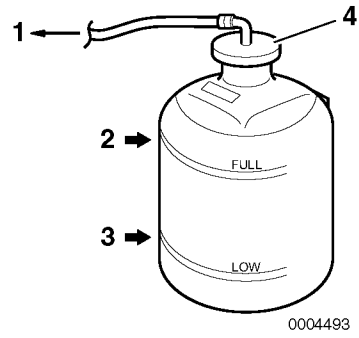

Abbildung 12
6. Kühlmittelstand im Ausgleichsbehälter überprüfen. Der Stand muss an der Markierung FULL (**Abbildung 12, (2)**) sein.
7. Nehmen Sie den Deckel des Ausgleichsbehälters ab (**Abbildung 12, (4)**), um bei Bedarf Kühlmittel nachzufüllen. Kein Wasser nachfüllen.
9. Überprüfen Sie den Gummischlauch (**Abbildung 12, (1)**) zwischen Ausgleichsbehälter und Kühlmittelbehälter / Wärmetauscher. Bei Beschädigungen auswechseln.